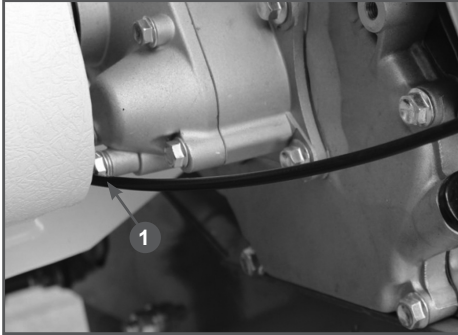

Рис. 22 Замена масла в редукторе двигателя
4. Выкрутите болт сливного отверстия (Рис. 22) и слейте отработанное масло в подготовленную для этого емкость.